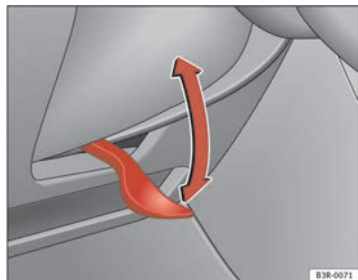

Fig. 145 Lever beneath steering column
- Push the lever ⇒ fig. 145 down ⇒ ⚠.